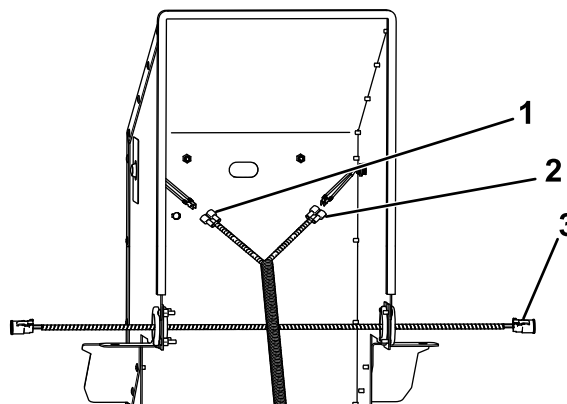

Figura 6
13. Pase los conectores de las luces a través de los anillos de goma en cada lado de la cubierta trasera (Figura 6).